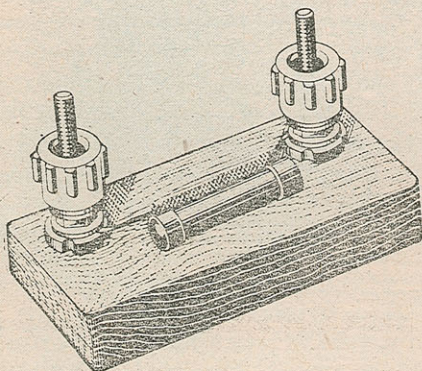

Рис. 10.
10. Сопротивление 33 мом (рис. 10). Условное обозначение —  $R_3$ .